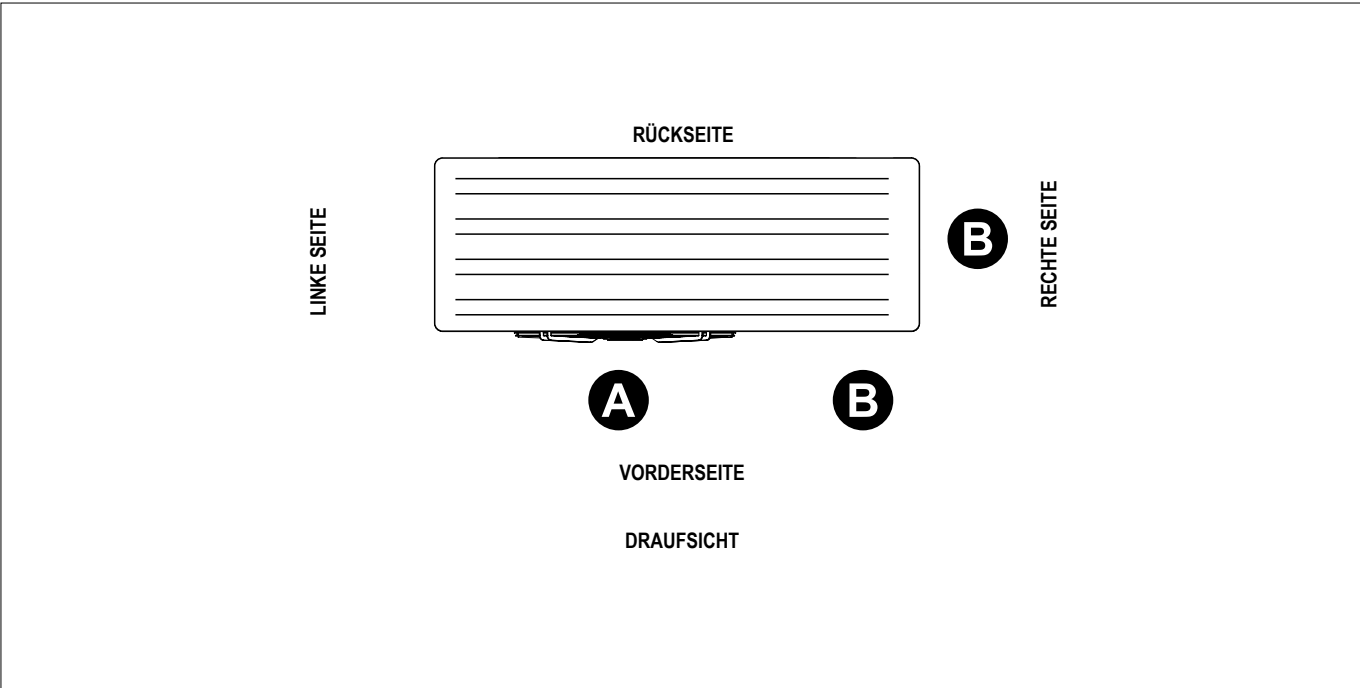

ABB. 27 (Arbeitsplätze)
- 2) Führen Sie die Gabeln des Gabelstaplers (**s. ABB. 27**) unter der Palette oder dem Sockel auf der Unterseite der Maschine oder auf der Seite der Fittings ein.